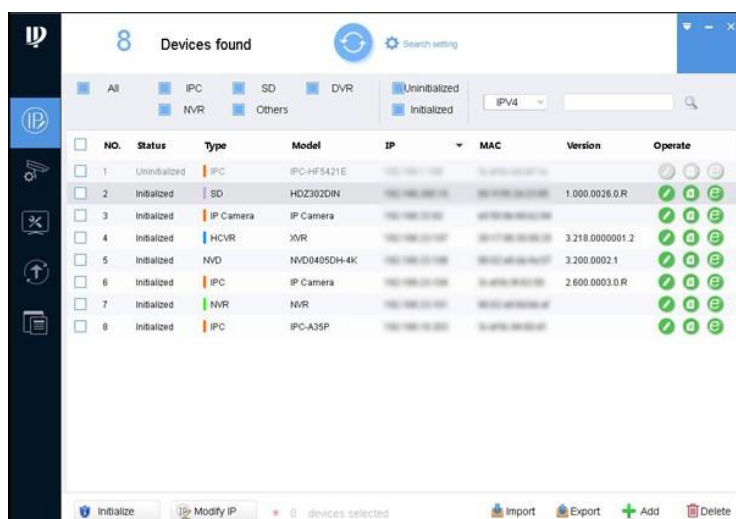

Figura 2-1 Modificação da interface IP
A interface Modificar IP será exibida. Consulte a Figura 2-1.
10. Clique em Concluir. O status do dispositivo na interface Modify IP (Figura 2-1) muda para Initialized.